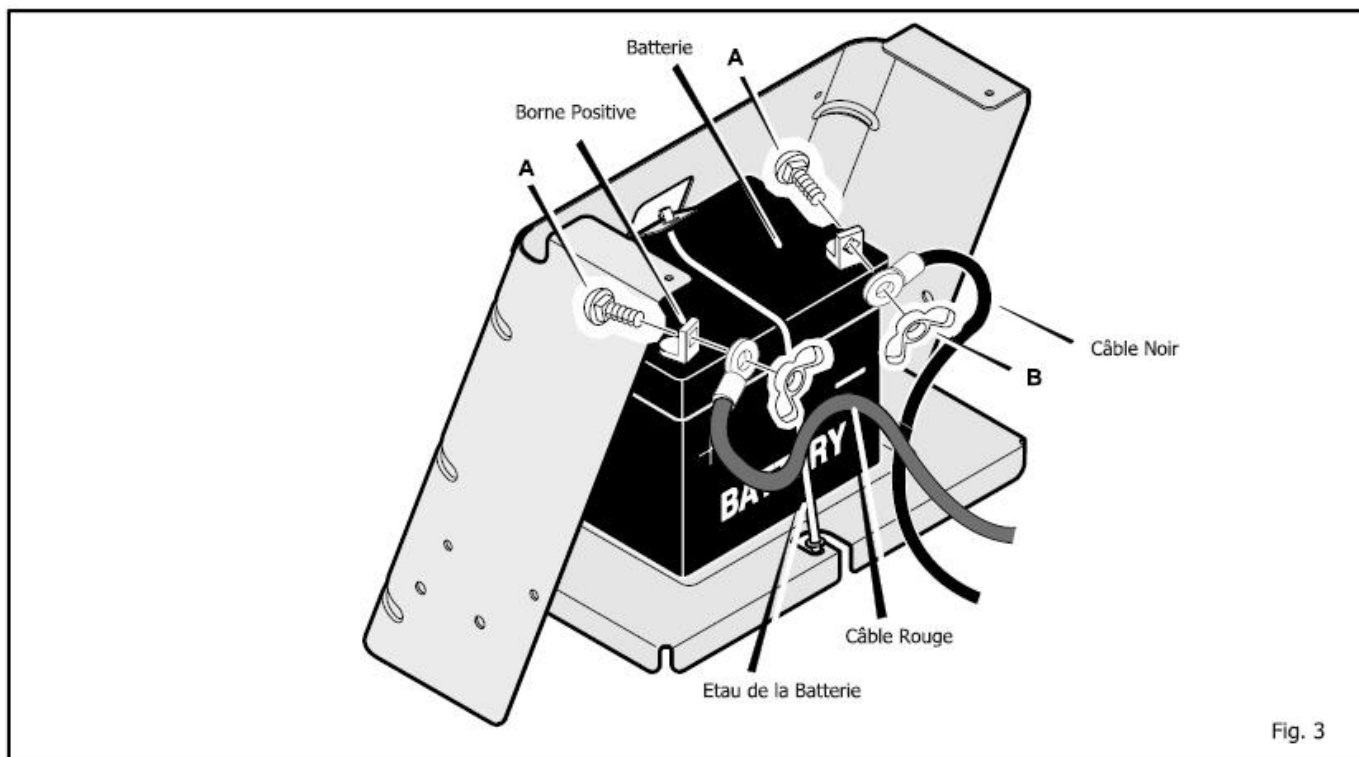

Fig. 3
2. Examiner la partie supérieure de la batterie afin de localiser l'emplacement de la **date de la batterie** (Figure 3).
2. Connecter le **câble rouge à la borne positive** grâce à l'attache, comme indiqué (Figure 3).